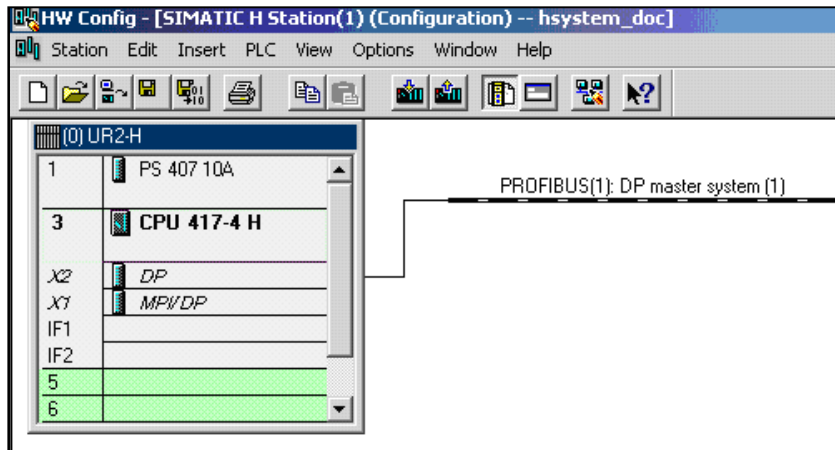

图2-4 添加S7-400H CPU
(3) 配置电源和CPU，并设定CPU上PROFIBUS DP主站的地址，本例为2，如图2-4所示：